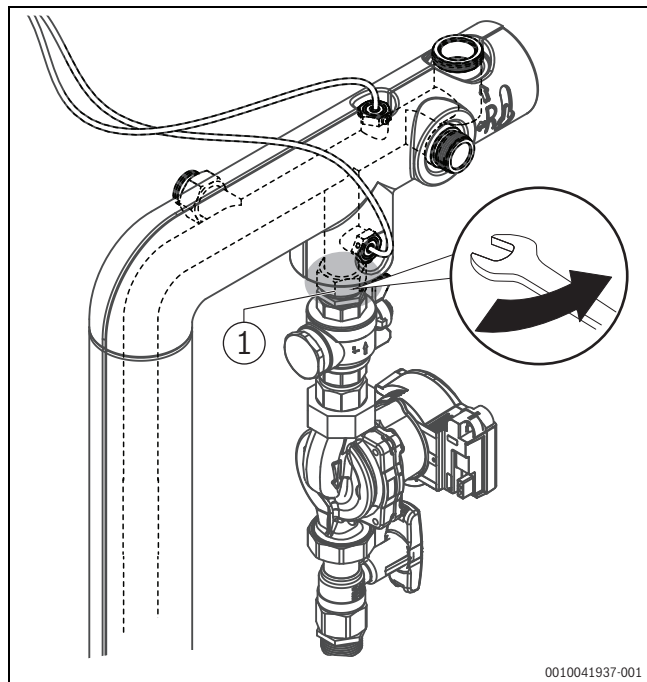

Bild 6 Lösen der Überwurfmutter
- ▶ Überwurfmutter oberhalb des oberen Kugelhahns lösen und Pumpenstrang um 90° nach rechts drehen (→ Bild 6).